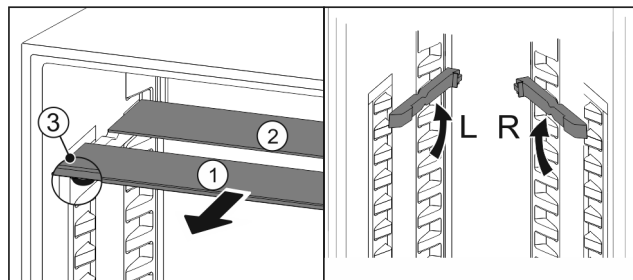

Fig. 34
- ▶ Издърпайте Fig. 34 (1) поотделно стъклените плочи напред.
- ▷ Стъклената плоча Fig. 34 (1) с декоративната лайсна е отпред.
- ▷ Ограничителите Fig. 34 (3) сочат надолу.